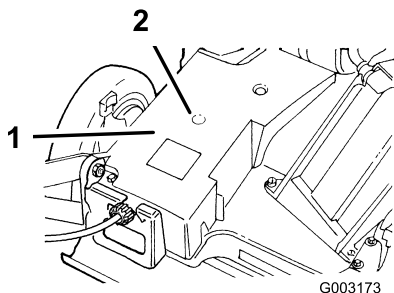

Bild 20
2. Wischen Sie die Schmiernippel mit einem sauberen Lappen ab (Bild 20).
3. Führen Sie die Fettpresse durch die Öffnung in der Riemenabdeckung an den Schmiernippel (Bild 20).